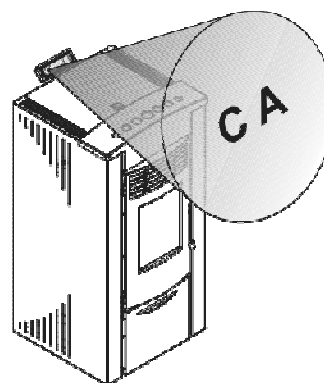

Fig. 13.1
Il s'agit d'une télécommande à infrarouges, elle doit donc être dirigée vers le champ d'action (CA) de l'unité de réception prévu sur panneau de commande (Fig.13.1) ou vers l'antenne située au dos du poêle, en fonction du modèle.